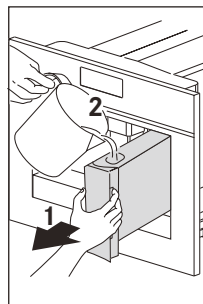
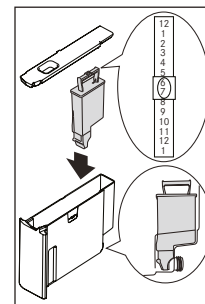

Rys. 9
Rys. 10
- ▶ Aby ustawić język, użyj ikon \triangle ∇ (B7 oraz B8), aby wybrać wymagany język (Rys. 9). Gdy wyświetli się komunikat „PRESS OK TO CHOOSE ENGLISH” (Naciśnij OK, aby wybrać j. angielski), naciśnij ikonę OK (B11) (Rys. 10) przez 3 sekundy do momentu pojawienia się komunikatu „ENGLISH INSTALLED” (Wybrano j. angielski). Jeśli ustawisz nieprawidłowy język, zmień go, stosując się do instrukcji zawartej w rozdziale „Ustawianie języka”. Jeśli twój język nie jest dostępny, wybierz jeden z wyświetlonych. Instrukcja odnosi się do wersji angielskiej. Następnie zastosuj się do wyświetlanych instrukcji.
- ▶ Naciśnij ikonę OK (B9) (Rys. 10) a po kilku sekundach z wylewki wypłynie trochę wody.